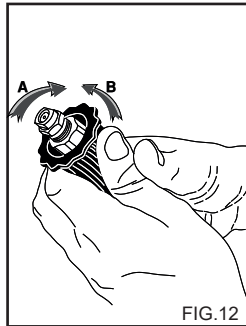

FIG.12
ANVÄNDNING AV DET REGLERBARA HUVUDET (Fig. 12)
- 2) Sätt på rengöringsmaskinen, öppna rengöringsmedlets kran (i förekommande fall), aktivera rengöringsmedlets suganordning på sprutröret (fig. 12) och fördela det på ytan som ska tvättas nerifrån och uppåt. Låt det verka i några minuter.